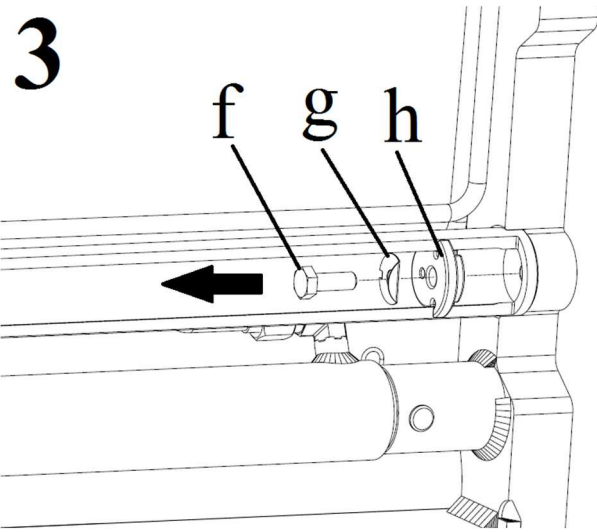

Abb. 041
7.4.2.6. Den Feststeller des Führungsrohrs "h" Abb. 041 entfernen (Steckschlüssel ISO 1174 13 mm bei MZ25 und 35, 19 mm bei MZ49 zum Ausschrauben der Schraube "f" und der Sicherheitscheibe "g"). Zum Wiedereinbauen muss die Sicherheitscheibe "g" ausgewechselt werden. Die